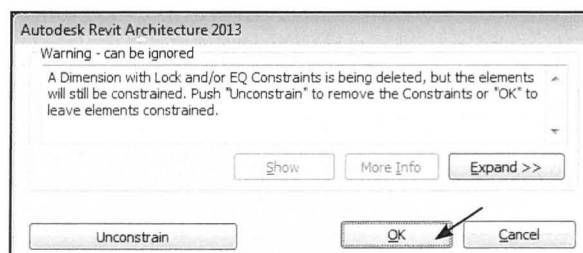

Fig. 12.10. Klik på OK.
- Klik OK til advarslen der forekommer (Fig. 12.10).